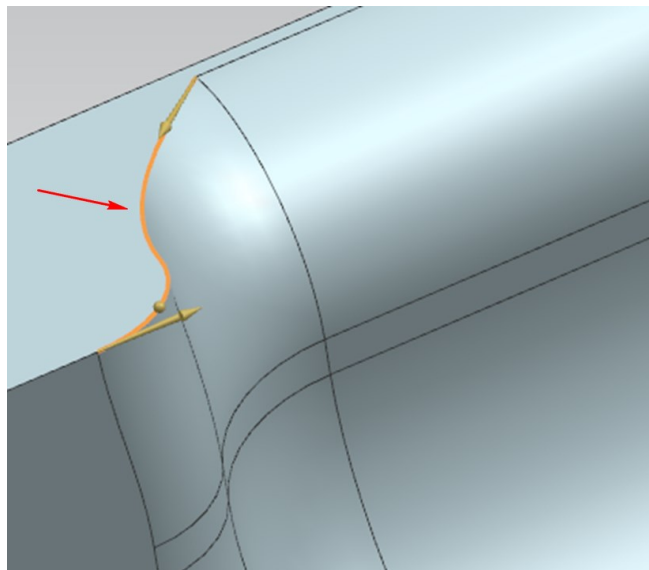

Рис. 2.63. Выбор бокового ребра кармана в качестве кривой потока
- выберите боковое ребро кармана (см. рис. 2.63) в качестве кривой потока и нажмите **Добавить новый набор**  (при необходимости выберите фильтр выбора **Единственная кривая**);